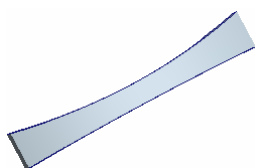
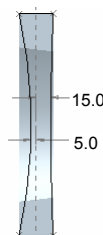

图 5.38.133 拉伸 5
图 5.38.134 截面草图
Step6. 创建图 5.38.133 所示的拉伸特征 5。在操控板中单击“拉伸”按钮 。在操控板中按下“移除材料”按钮 。选取 FRONT 基准平面为草绘平面，选取 RIGHT 基准平面为参考平面，方向为底部；单击 **草绘** 按钮，绘制图 5.38.134 所示的截面草图，在操控板中选择拉伸类型为 ，输入深度值 55.0。单击  后的  按钮。单击  按钮，完成拉伸特征 5 的创建。